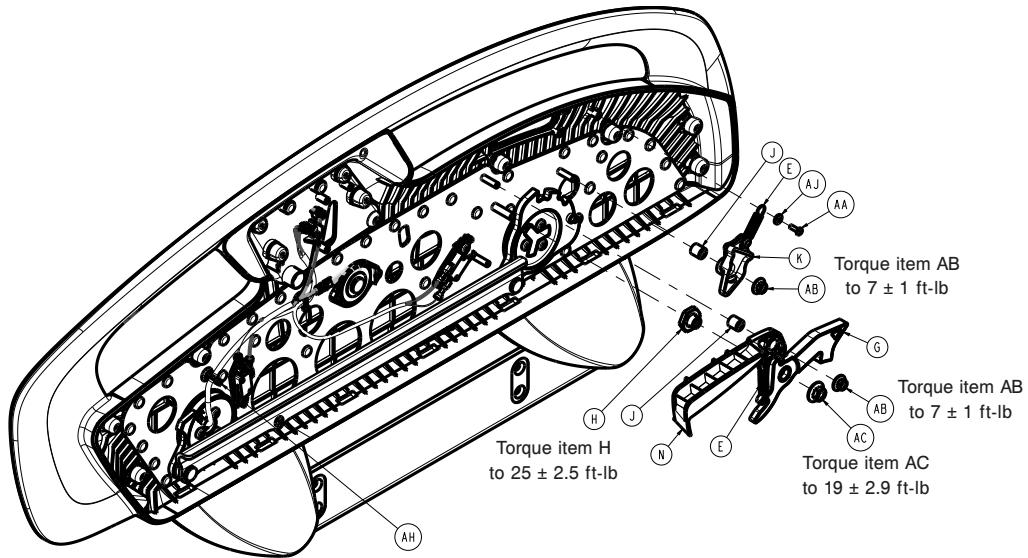

Figure 57 – Remplacement de l'arceau de la barrière du côté tête
16. À l'aide d'une clé à cliquet et d'une douille de 1/2 po, retirer l'écrou (AB) qui fixe le levier d'activation du verrou et l'ensemble de cliquet de verrouillage (G) (Figure 57). Retirer et conserver le levier d'activation et la patte d'arrêt (E).
17. À l'aide d'une clé à cliquet et d'une douille de 9/16 po, retirer l'écrou (AC) qui fixe le verrou de la barrière à l'arceau de la barrière (Figure 57). Retirer le verrou.